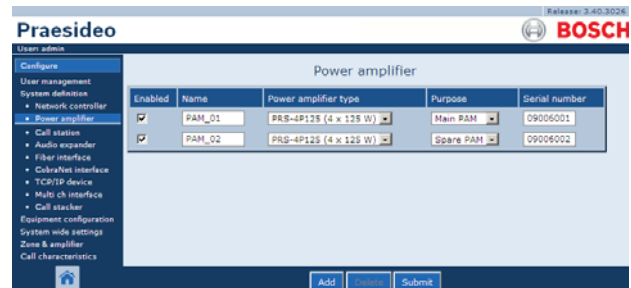

рисунок 43.8: Удаление усилителя мощности, шаг 1
- Перейдите *Configure > System definition > Power amplifier*. В основной части веб-интерфейса откроется экран, подобный экрану, приведенному на рисунок 43.8.